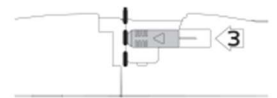

Fig. 8. Étape 3 : vérifier les glisseurs latéraux
3. Maintenir le corps de l'injecteur avec le pouce et pousser doucement les glisseurs vers l'avant de manière régulière pendant environ trois secondes sans tirer vers le haut ni appuyer sur l'injecteur, jusqu'à la butée. (Fig. 7). Vérifier que les glisseurs latéraux s'arrêtent au niveau du support de l'injecteur (comme illustré à la Fig. 8, par la ligne en pointillé). NE PAS faire marche arrière avec les glisseurs latéraux de l'injecteur. Après avoir avancé les glisseurs latéraux, procéder à l'implantation dans les trois minutes.